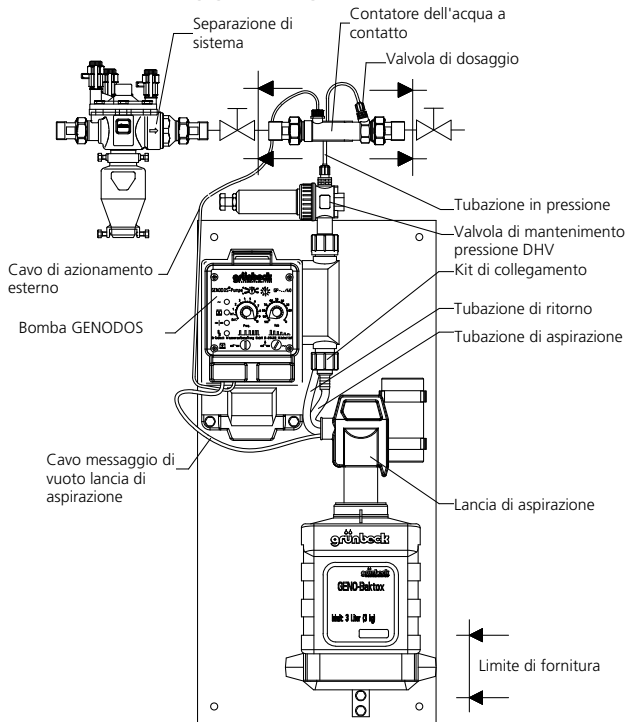
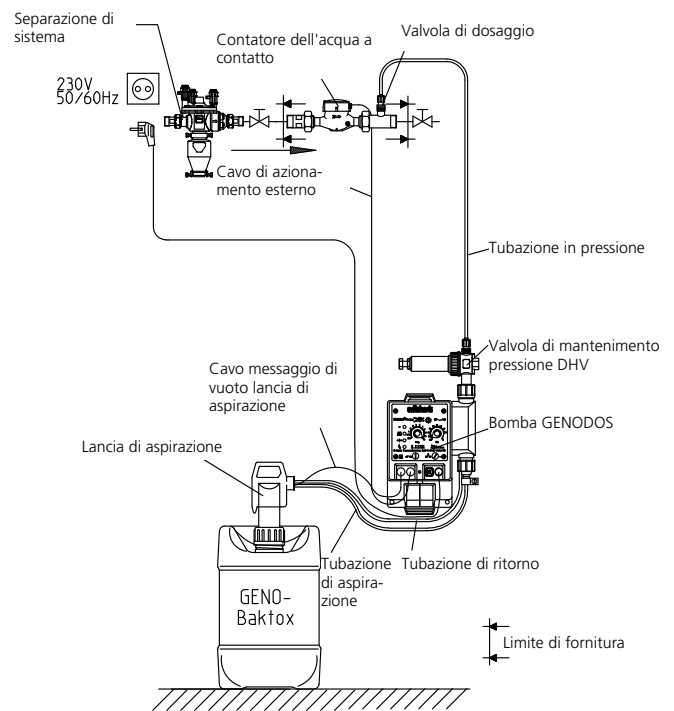

Fig. 2: Impianto di dosatura GENODOS® DM-B 6
Fig. 3: Impianti di dosatura GENODOS® DM-B 10 – DM-B 30
- La valvola di dosatura deve essere posizionata in modo che a monte e a valle della stessa sia presente un dispositivo di intercettazione (vedere Fig. 2 e Fig. 3).
I contatori dell'acqua devono essere montati sulla tubazione dell'acqua secondo il verso del flusso indicato dalla freccia (→). Per i contatori dell'acqua a contatto con diametro nominale di 1½" e 2" occorre controllare che l'inserito con l'attacco di iniezione venga montato sul lato di uscita del contatore dell'acqua (vedere Fig. 3).